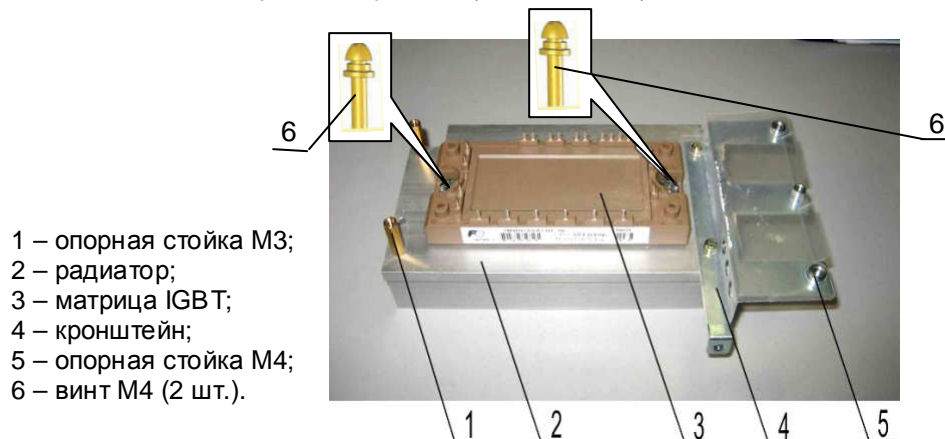

Рис.7.3.
- 7.1.4. Установить матрицу IGBT на радиатор таким образом, чтобы крепёжные отверстия матрицы совпадали с резьбовыми отверстиями в радиаторе (рис. 7.3). Вкрутить два винта М4 для предварительного крепления матрицы IGBT к радиатору.